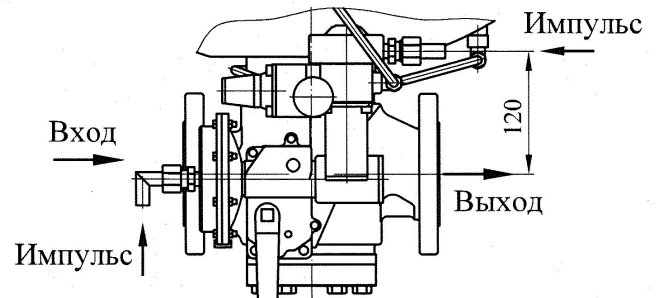

Рисунок 1
9.1.1 Регулятор КРОН-50, рисунок 1, состоит из трех основных узлов: самого регулятора давления 1, пилотного регулятора 2 и механизма настройки ПЗК 3.